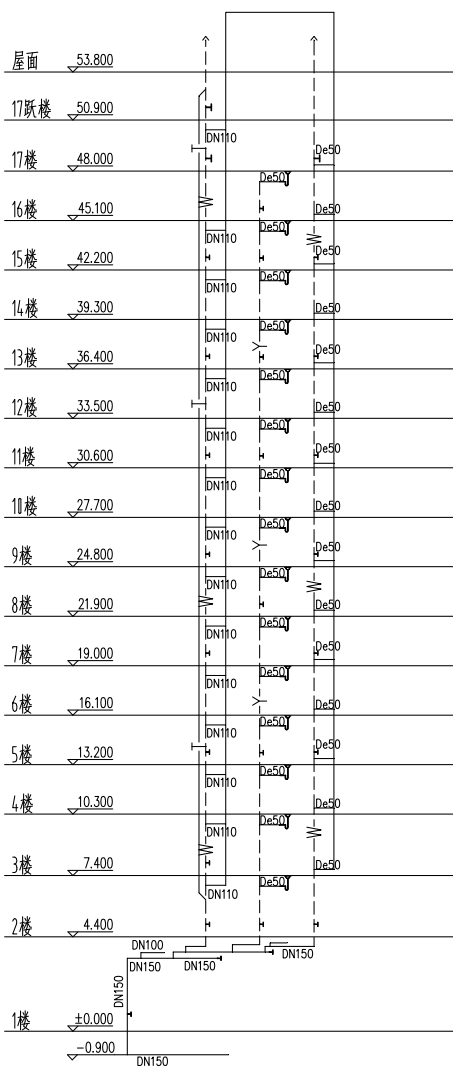

图 13-88 排水系统管径标注
**13** 管径标注。在命令行中输入 GJBZ 命令按回车键，弹出【管径】对话框，在其中设置参数，为管线绘制管径标注，结果如图 13-88 所示。